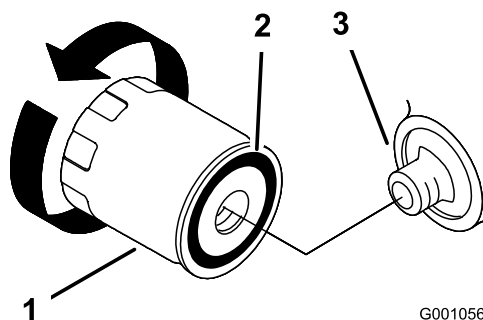

Figura 49
2. Togliete il filtro usato e tergete la superficie della guarnizione dell'adattatore del filtro (Figura 49).
5. Spalmate un velo di olio nuovo sulla guarnizione di gomma del filtro di ricambio (Figura 49).
6. Montate il nuovo filtro dell'olio nell'adattatore, giratelo in senso orario finché la guarnizione di gomma non sfiora l'adattatore, quindi serrate il filtro di altri 2/3 di giro o 1 giro (Figura 49).